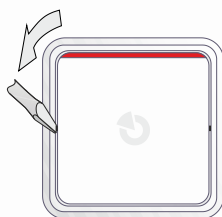

Fig. 2a
- Remover a parte superior da caixa (usando uma chave de fendas), conforme indicado na Fig. 2a.
A central de alarme deteta e comunica automaticamente estados de pilha baixa. É necessário entrar no sistema no modo de serviço antes de poder efetuar a substituição das pilhas (o botão encontra-se equipado com um sensor de tamper). O dispositivo permite ser aberto conforme mostrado na Fig. 2a. Antes de colocar pilhas novas no dispositivo, aguardar pelo menos 20 segundos ou premir repetidamente o botão de ativação (para descarregar qualquer energia restante no dispositivo). Para garantir o funcionamento adequado do dispositivo, é recomendada a utilização de pilhas fornecidas pela rede de distribuição da Jablotron ou de pilhas lítio de outra marca de qualidade.